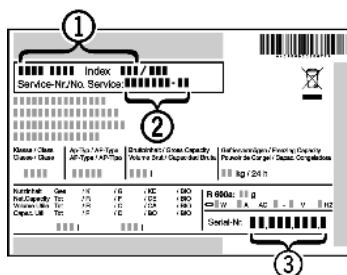

Fig. 14
- ▶ Označení přístroje Fig. 14 (1), servisní číslo Fig. 14 (2) a sériové číslo Fig. 14 (3) naleznete na typovém štítku. Identifikační typový štítek je umístěn na levé vnitřní stěně přístroje.
- ▶ Informujte zákaznický servis a sdělte poruchu, označení přístroje Fig. 14 (1), servisní číslo Fig. 14 (2) a sériové číslo Fig. 14 (3).